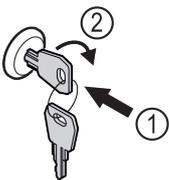

Fig. 87
- ▶ Insérer la clé Fig. 87 (1).
- ▶ Tourner la clé à 90° dans le sens horaire Fig. 87 (2).